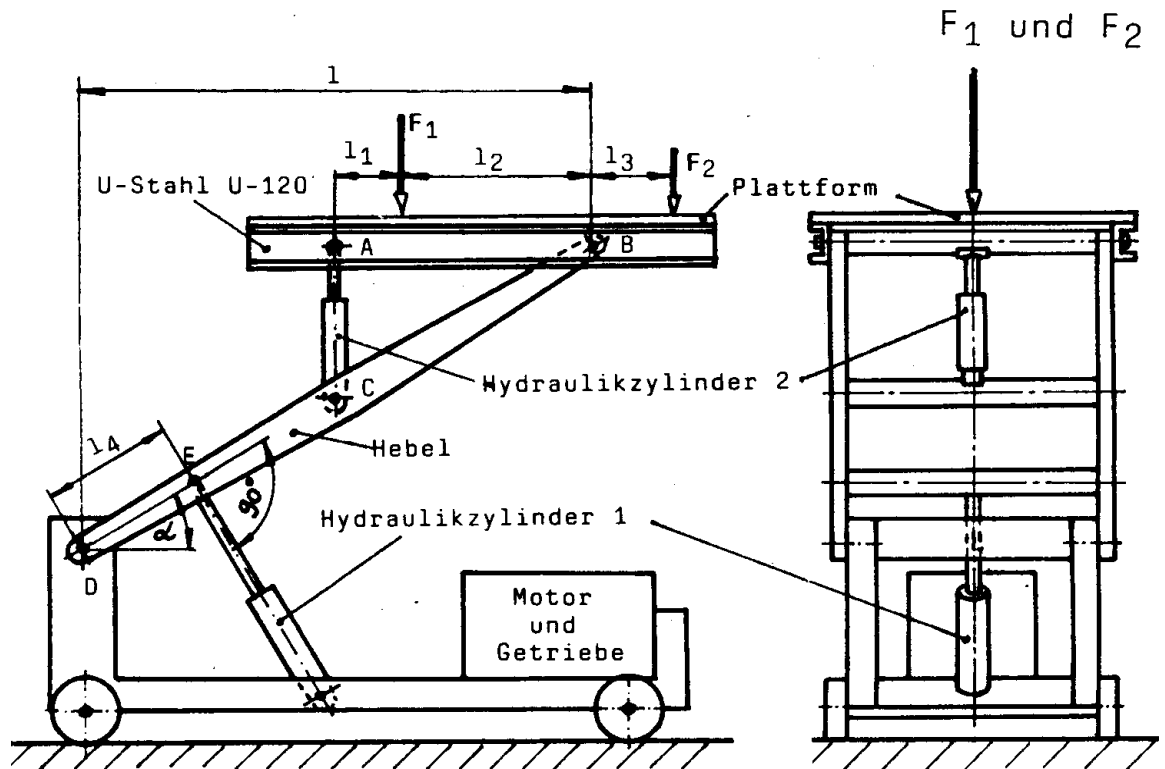

Abbildung 1
- 4 Berechnen Sie den Mindestdurchmesser des auf Abscheren beanspruchten Bolzens aus C10 mit $R_m = 450 \text{ N/mm}^2$ (ersatzweise mit C22E rechnen) im Lager A, wenn $F_A = 10 \text{ kN}$ beträgt und ein Sicherheitsfaktor von $v = 8$ angenommen wird. (Siehe Abb. 1 und Abb. 2). 3,0